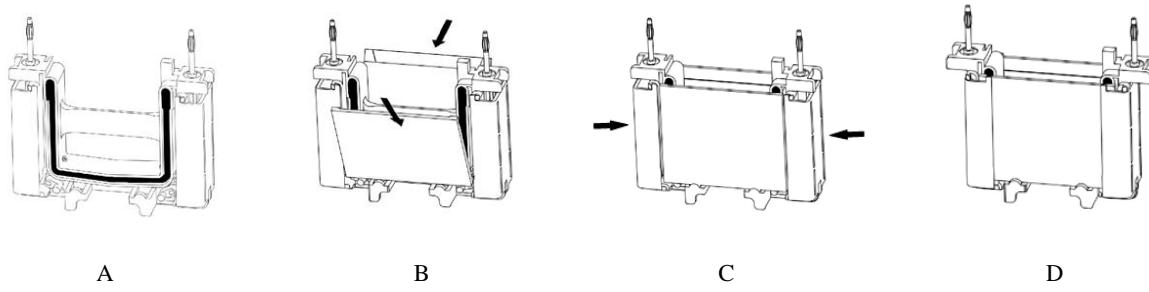

图 2 安装迷你垂直电泳槽的电泳模块
- 2) 打开灌胶架并放置于干净平整操作台上（图 2，A）；
- 3) 将第一块凝胶三明治以短玻璃板朝内侧放置于凝胶支撑架上，凝胶支撑架模铸于组件底部且每侧均有两个。放置第一块胶时须小心确认夹胶框保持平衡状态不会翻倒。在另一侧凝胶支撑架上放置第二块胶，共有两块胶相对中心倾斜；如果运行奇数胶（1 或 3 块胶），则须使用缓冲液挡板（图 2，B）；
- 4) 同时将 2 块胶板向中心捏紧，使胶板紧贴密封条，并且需短玻璃板顶住密封条台阶；然后双手同时向内合拢两侧的边卡，使其锁定到位；边卡会推动胶板使短玻璃板紧贴 U 型密封条的凹槽，以防止漏液（请确认短玻璃板没有压住密封条台阶）（图 2，C）；
- 5) 此时可以用缓冲液清洗样品孔和上样（图 2，D），请不要尝试在胶板压住密封条台阶时合拢夹胶框夹。